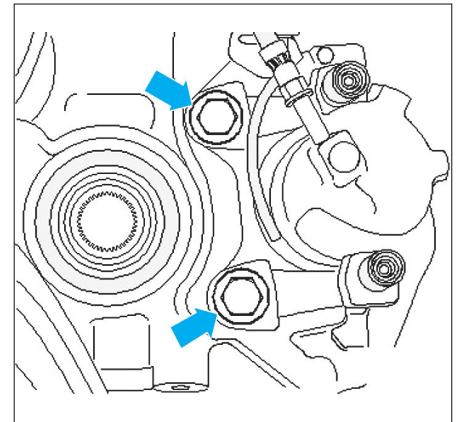

Fig. 27
- la chape de frein et l'étrier de frein (flèche) (Fig.27),